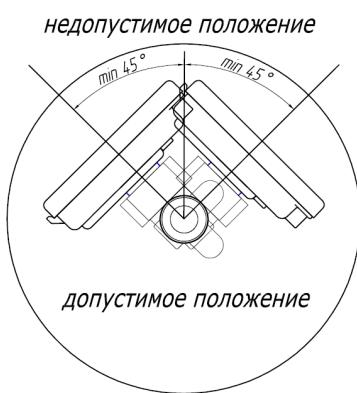

Рисунок 2
- расходомер Du15-40 должен быть расположен относительно трубы под углом от 45° до 315° во избежание скопления воздуха в соответствии с рис.2;